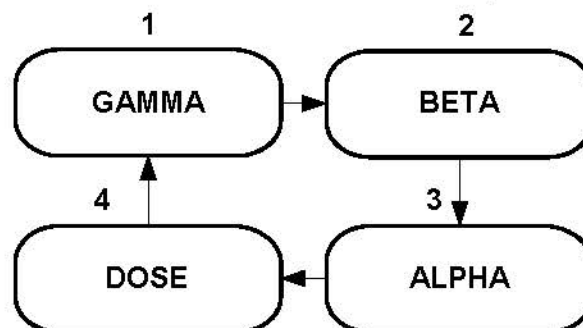
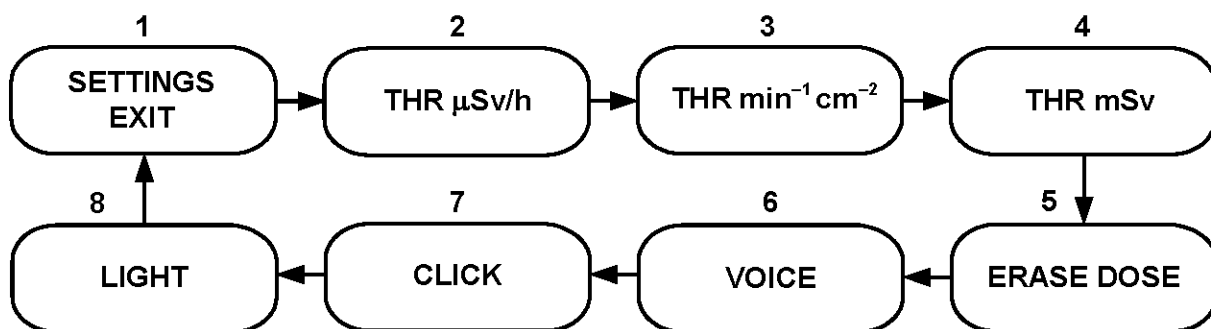

Рис. 2 Схема переключения режимов работы прибора
Рис. 3 - Схема переключения установок сигнализаций
б) переключение режимов работы осуществляется кратковременным нажатием (менее 1 с) кнопки «**MODE**» согласно схеме представленной на Рис. 2;
в) При длительном (более 2 с) нажатии кнопки «**MODE**» в любом из режимов «**GAMMA**», «**BETA**», «**ALPHA**» или «**DOSE**» прибор переходит в меню установок (на дисплее - «**SETTINGS EXIT**»). Установки сигнализаций циклически меняются по кругу кратковременными (менее 1 с) нажатиями кнопки «**MODE**» согласно схеме представленной на Рис.3. Выход из меню установок в основное меню режимов работы (Рис.2) – длительное удерживание кнопки «**MODE**» при индикации на дисплее «**SETTINGS EXIT**».
Включить питание прибора (однократно нажать и отпустить кнопку «**POWER**»). При длительном (более 2 с) нажатии кнопки «**MODE**» в любом из режимов «**GAMMA**», «**DOSE**» «**BETA**» или «**ALPHA**», прибор переходит в меню установок (Рис.3), и на дисплее первоначально индицируется «**SETTINGS EXIT**». Кратковременными нажатиями кнопки «**MODE**» установить в верхней строке дисплея режим установки «**VOICE**» (Рис.3). Режим речевого озвучивания измерения мощности дозы «**PEREODICAL**», «**MANUAL**» или «**OFF**» (на нижней строке) выбирается путём длительного удержания кнопки «**MODE**»:
ВНИМАНИЕ. В режиме «**GAMMA**» (при включённом «ручном» озвучивании - «**MANUAL**») кратковременное нажатие кнопки «**MODE**» включает только речевое сообщение (и подсветку дисплея), но не изменяет режимов работы прибора согласно Рис.2. Прибор постоянно находится
в режиме измерения «**GAMMA**». Выход в меню установок (Рис.3) - длительное удержание кнопки «**MODE**».
Включить питание прибора (однократно нажать и отпустить кнопку «**POWER**»). При длительном нажатии (более 2 с) кнопки «**MODE**» прибор переходит в меню установок (Рис.3). При индикации в верхней строке дисплея «**CLICK**» режим работы звуковой сигнализации интенсивности излучения («**ON**» или «**OFF**» в нижней строке) выбирается путем длительного удержания (более 2 с) кнопки «**MODE**»:
Включить питание прибора (однократно нажать и отпустить кнопку «**POWER**»). При длительном нажатии (более 2 с) кнопки «**MODE**» прибор переходит в меню установок (Рис.3). При индикации в верхней строке дисплея «**LIGHT**» длительность подсветки дисплея (в нижней строке) регулируется путем длительного удержания (более 2 с) кнопки «**MODE**»:
Включить питание прибора (однократно нажать и отпустить кнопку «**POWER**»). При длительном нажатии (более 2 с) кнопки «**MODE**» прибор переходит в меню установок (Рис.3). При индикации на дисплее «**THR $\mu\text{Sv/h}$** » путем длительного удержания (более 2 с) кнопки «**MODE**» прибор переключается в подменю установки порога сигнализации мощности дозы и на дисплее индицируется «9999.9 $\mu\text{Sv/h}$ ».
Включить питание прибора (однократно нажать и отпустить кнопку «**POWER**»). При длительном нажатии (более 2 с) кнопки «**MODE**» прибор переходит в меню установок (Рис.3). При индикации на дисплее «**THR $\text{min}^{-1} \text{cm}^{-2}$** » путем длительного удержания (более 2 с) кнопки «**MODE**» прибор переключается в подменю установки порога сигнализации плотности потока бета-частиц и на дисплее индицируется «99999 $\text{min}^{-1} \text{cm}^{-2}$ ».
Включить питание прибора (однократно нажать и отпустить кнопку «**POWER**»). При длительном нажатии (более 2 с) кнопки «**MODE**» прибор переходит в меню установок (Рис.3). При индикации на дисплее «**THR mSv**» путем длительного удержания (более 2 с) кнопки «**MODE**» прибор переключается в подменю установки порога сигнализации интегральной дозы и на дисплее индицируется «**999.999 mSv**».
Сброс (обнуление) интегральной дозы осуществляется в подменю установок (Рис.3) длительным (более 2с) двойным нажатием кнопки «**MODE**» при индикации на дисплее «**ERASE DOSE**».
- перезапустить режим «**БЕТА**» прибора кнопкой «**MODE**» (см. Рис. 2) и при достижении статистической погрешности менее 20%, зафиксировать среднее фоновое показание дисплея N_{ϕ} , част./($\text{мин} \cdot \text{см}^2$);